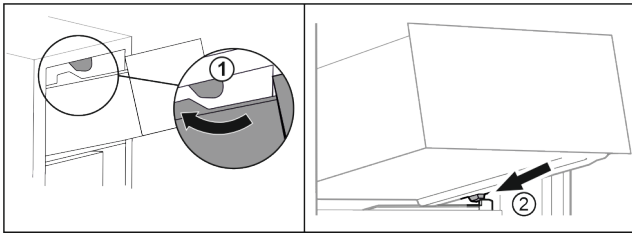

Fig. 90
- ▶ Обвести висувний ящик навколо верхнього стопора. Fig. 90 (1)
- ▶ Встановити висувний ящик за нижніми стопорами на ребро для резервуару навскоси. Fig. 90 (2)